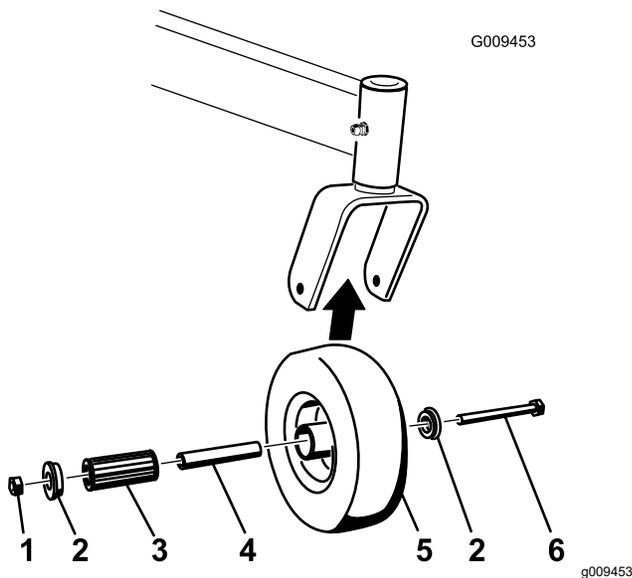

Рисунок 48
1. Удалите контргайку и колесный болт, с помощью которых поворотное колесо крепится квилке (Рисунок 48).
6. Смажьте роликовый подшипник и распорную втулку и вставьте их в ступицу колеса (Рисунок 48).
7. Вставьте вторую втулку в ступицу колеса (Рисунок 48).
8. Установите поворотное колесо ввилку поворотного колеса и закрепите при помощи колесного болта и контргайки (Рисунок 48).
9. Затяните контргайку так, чтобы распорная втулка была прижата к внутренней поверхности поворотныхвилок (Рисунок 48).
2. Снимите одну из втулок, затем извлеките распорную втулку и роликовый подшипник из ступицы колеса (Рисунок 48).
3. Извлеките вторую втулку из ступицы колеса и удалите всю смазку и грязь из ступицы (Рисунок 48).
**Примечание:** Замените поврежденные или изношенные детали (Рисунок 48).
5. Вставьте одну втулку в ступицу колеса (Рисунок 48).